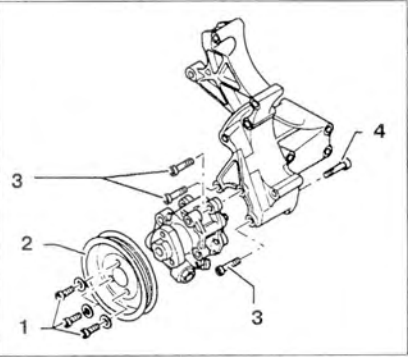

Рис. 7.23. Ослабьте болты 1 крепления шкива насоса.
1. Ослабьте болты 1 крепления шкива насоса (рис. 7.23).